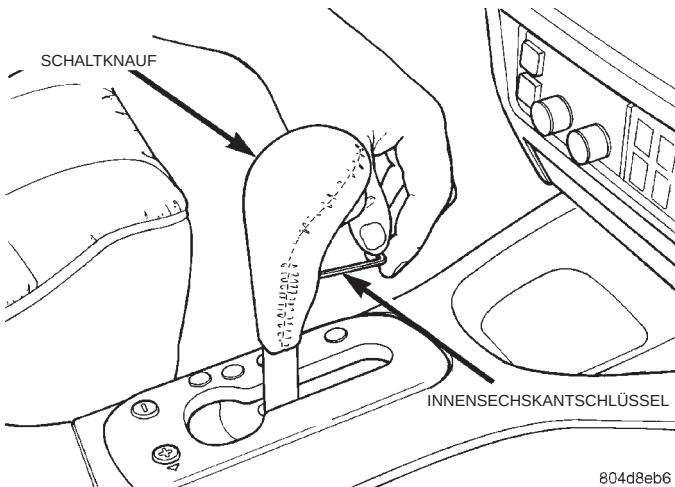

Abb. 23 Halteschraube für Schaltknauf
(1) Schaltknauf abbauen (Abb. 23).